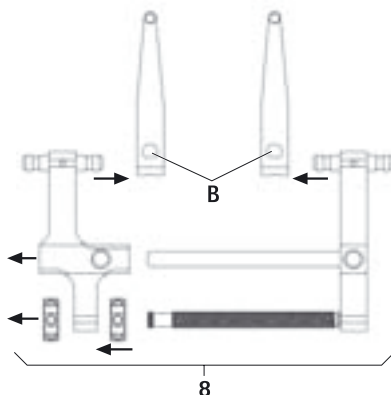

Fig. 3
- Démontage du distracteur 8 avec les lames de distraction, voir Fig. 3: actionner le poussoir **B** et retirer la lame de distraction FW239R.